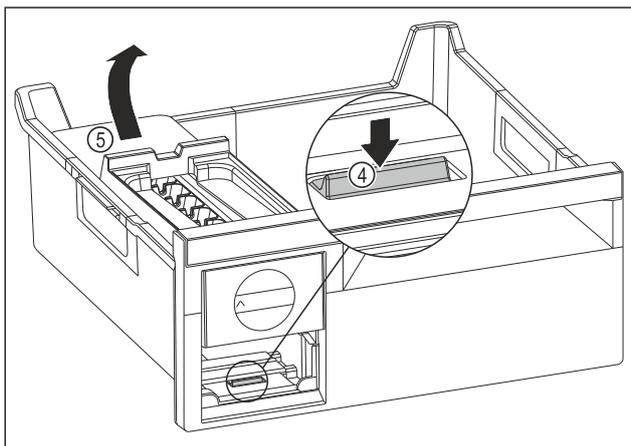

Fig. 89
- ▶ Estrarre il corpo dell'EasyTwist-Ice: Con un dito spingere la linguetta Fig. 89 (4) verso il basso e allo stesso tempo, con l'altra mano, sollevare il corpo dell' EasyTwist-Ice Fig. 89 (5) da dietro.